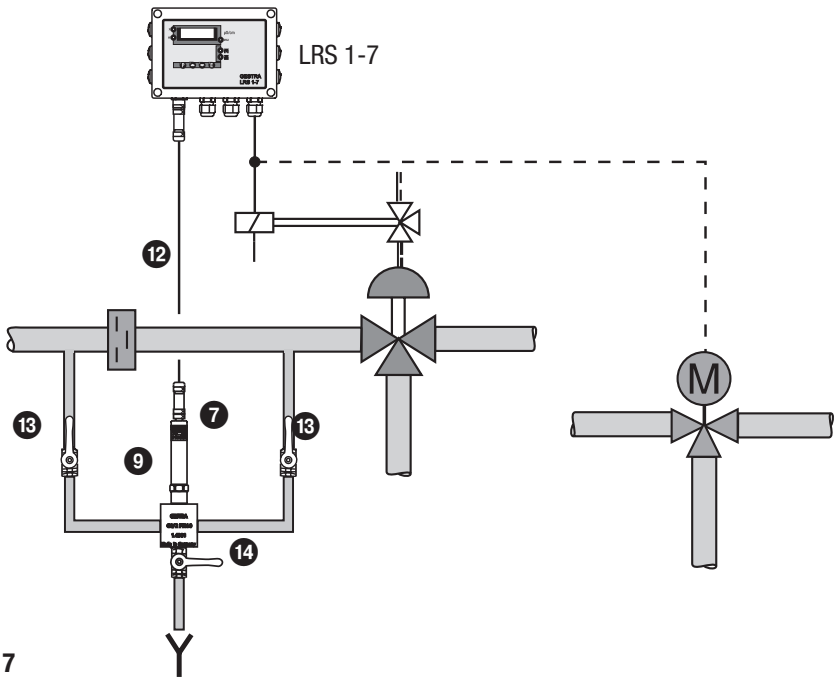

Fig. 7
- El electrodo de conductividad se instala en un bypass, que se encuentra más bajo que la tubería principal, para alejar las burbujas de gas y la evaporización ulterior. **Fig. 7**